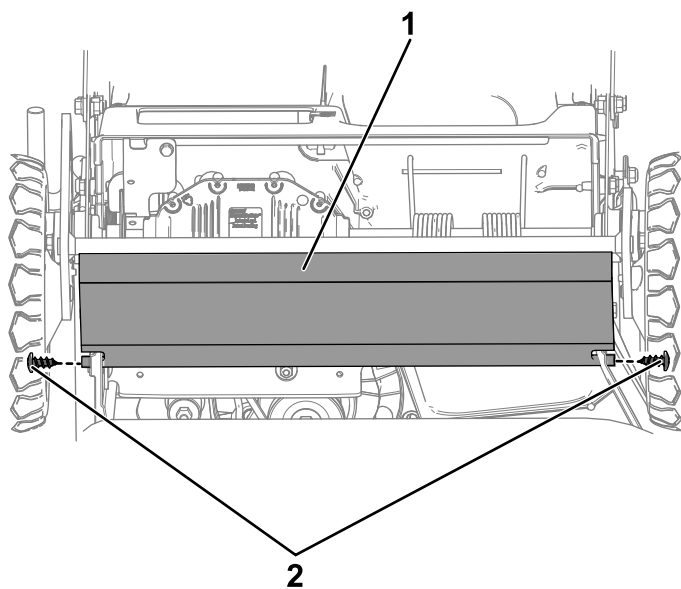

Figure 37
7. Déposez la tôle de protection en retirant les 2 boulons qui la maintiennent en place (Figure 37).